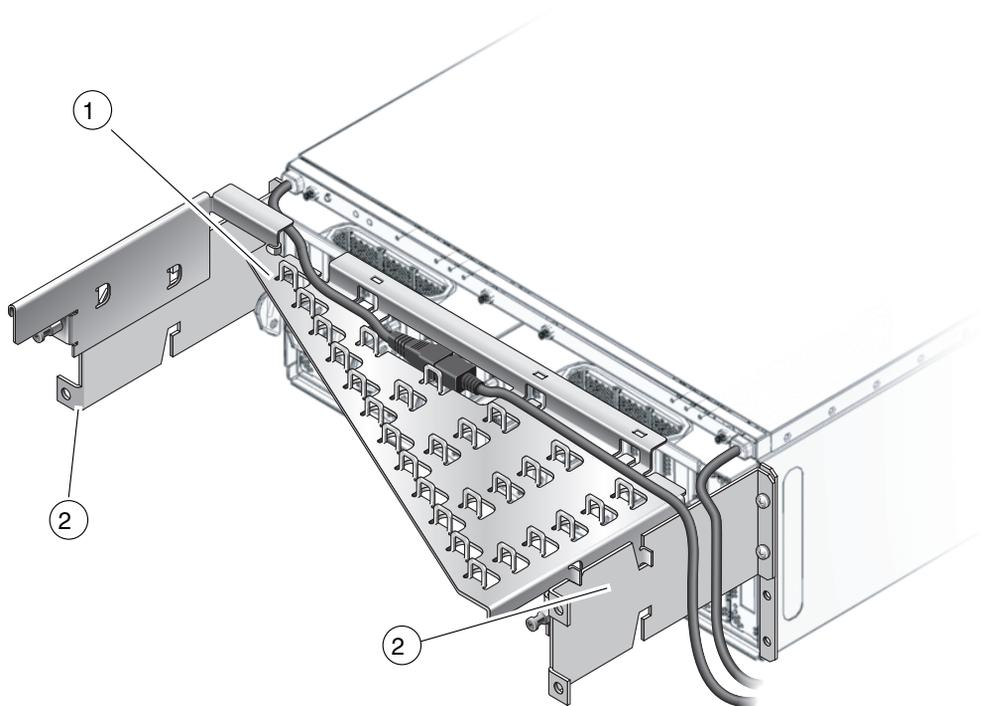

FIGURE 1-10 Unité de gestion des câbles pour passage des câbles par le côté droit uniquement du rack
- La FIGURE 1-10 montre l'unité utilisée pour acheminer les câbles par le côté droit uniquement d'un rack. La FIGURE 3-18 montre l'unité avec les câbles.